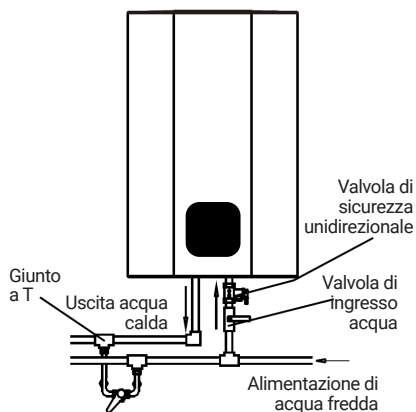

Figura 4
- (8) Se gli utenti desiderano un approvvigionamento idrico multicanale, possono connettersi il tubo dell'acqua secondo il metodo mostrato in figura 4.
- (9) Dopo aver verificato che i valori nominali dei contatori elettrici, dei cavi, degli interruttori, delle spine e dei fusibili nel sistema di alimentazione soddisfino i requisiti di consumo energetico di questo prodotto, collegare una presa di posizione adatta per fornire alimentazione allo scaldabagno.